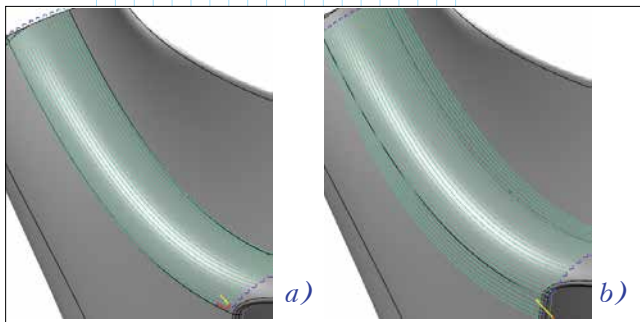

Рис. 7. Траектория *Blend* ограничена: а) по центру инструмента; б) по точке контакта
- Появилась возможность ограничения проходов не по центру инструмента, а по точке контакта (рис. 7). Этого действительно очень не хватало, так как нововведение увеличивает эффективность траектории в разы. С новой опцией эта стратегия очень сильно поднимается вверх в нашем рейтинге любимых траекторий!